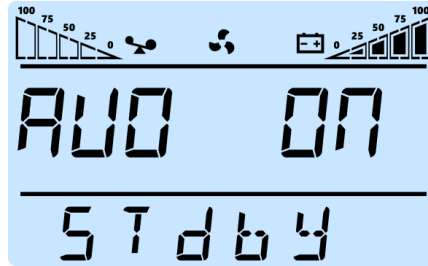

Figura 5.17: Configuração da partida automática
Por padrão esta configuração vem habilitada (ON). Se o usuário desabilitar (OFF) a partida automática, o produto permanecerá desligado quando a alimentação principal for restabelecida após desligamento por fim de autonomia. A Figura 5.17 apresenta a tela de configuração.